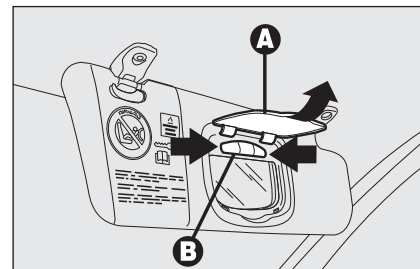

fig. 46
- ouvrir le cache **A-fig. 46** du miroir;